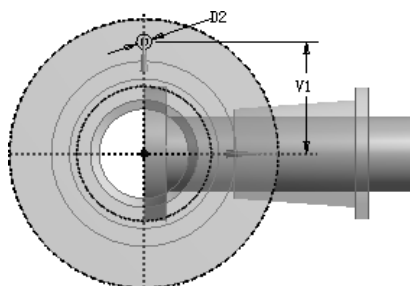

图 3.13.28 草图 6
(1) 绘制图 3.13.28 所示的草图 6。选取平面 4，单击“New Sketch”按钮 ，绘制图 3.13.28 所示的截面草图（圆环），其中 $V1=75$ ， $D2=10$ 。